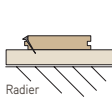

Fig. 3
- Dejar una separación de 1 a 1,5 cm entre las piezas del borde y el muro. Las siguientes piezas se instalan calzando la hembra con la ayuda de un taco de madera (Fig. 3).